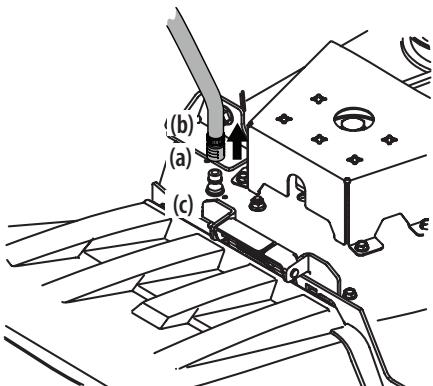

Figure 31
3. Tirez sur le collier d'arrêt (a) de l'adaptateur de buse (b), puis poussez l'adaptateur de buse sur la buse de nettoyage du plateau (c). Relâchez le collier d'arrêt pour verrouiller l'adaptateur de busess la buse de nettoyage du plateau. Consultez la Figure 31.